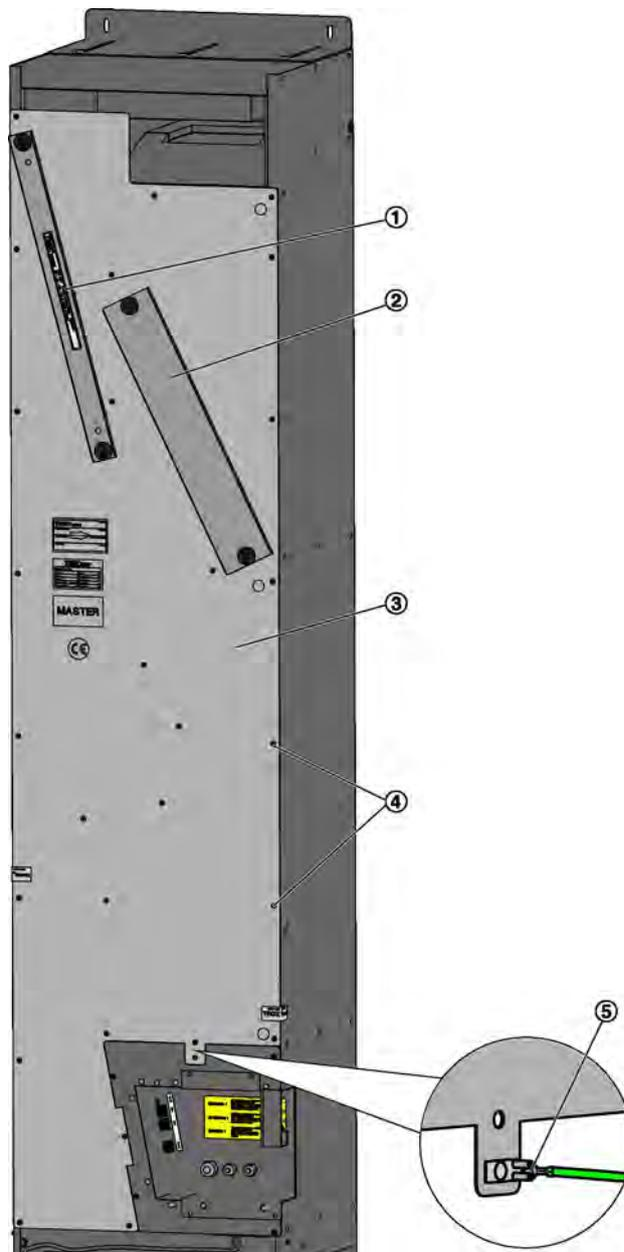

Abb. 33: Gerätedeckel montieren
Bei Montage des Gerätedeckels darauf achten, dass der Schutzleiter (Abb. 33 /5) am Gerätedeckel eingesteckt wird.
- Schutzleiter (Abb. 33 /5) am Gerätedeckel anbringen und am Lüftungsgerät (Abb. 33 /3) aufsetzen. Den Gerätedeckel mit den Kreuzschlitzschrauben (Abb. 33 /4) verschrauben.
- Abluftfilter (Abb. 33 /1) einsetzen (Abb. 33 /2) und Deckel vom Außenluftfilter demontieren Abb. 33 .